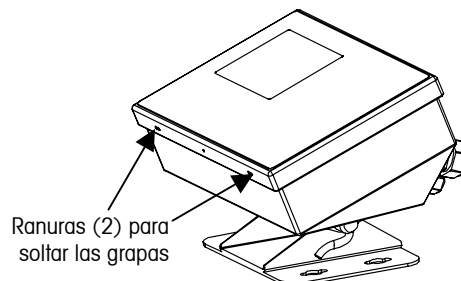

Figura 2-1: Acceso a la terminal de unidad IND310
1. Introduzca la punta de un destornillador plano en una de las dos ranuras ubicadas en la parte inferior del conjunto del panel frontal (ver Figura 2-1) y empuje suavemente hacia la caja. Se producirá un sonido "pop" al soltarse la tapa.